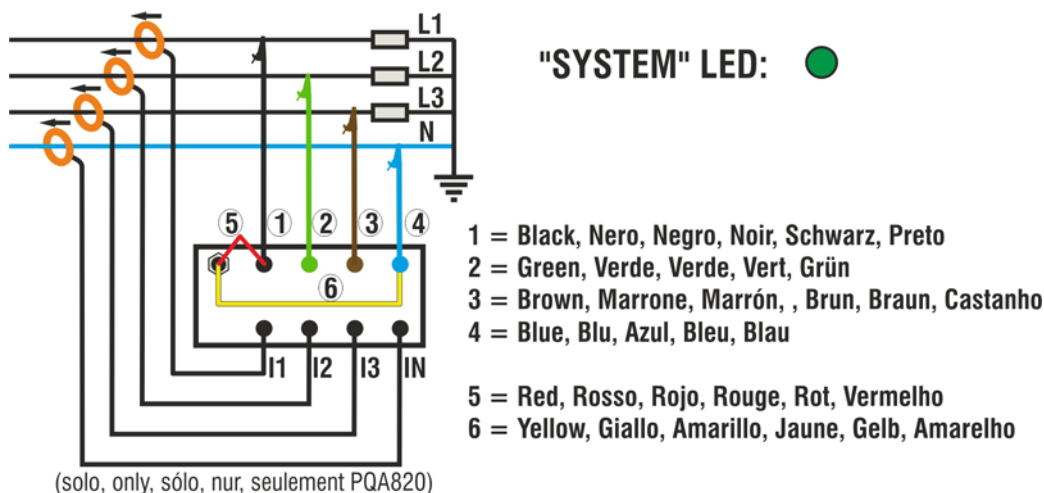

Fig. 4: Conexión del instrumento en un sistema Trifásico 4-hilos
- Conecte los terminales de alimentación (rojo y amarillo) respetando las conexiones indicadas en la Fig. 4.
- Conecte los cables de las tensiones de fase respetando las conexiones indicadas en la Fig. 4. Conecte el cable azul sobre el neutro del sistema.
- Si se pretende efectuar mediciones de Corriente y Potencia conecte las pinzas amperimétricas sobre los conductores de fase **respetando el sentido indicado en la pinza** y las conexiones indicadas en la Fig. 4.